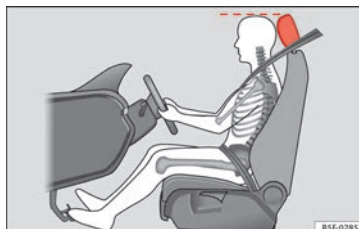

Bild 92 Korrekt läge för förarens nackskydd.
- Ställ in nackskyddet så att dess övre kant är på samma nivå som toppen på huvudet eller så nära samma nivå som toppen på huvudet som möjligt » **bild 92**.